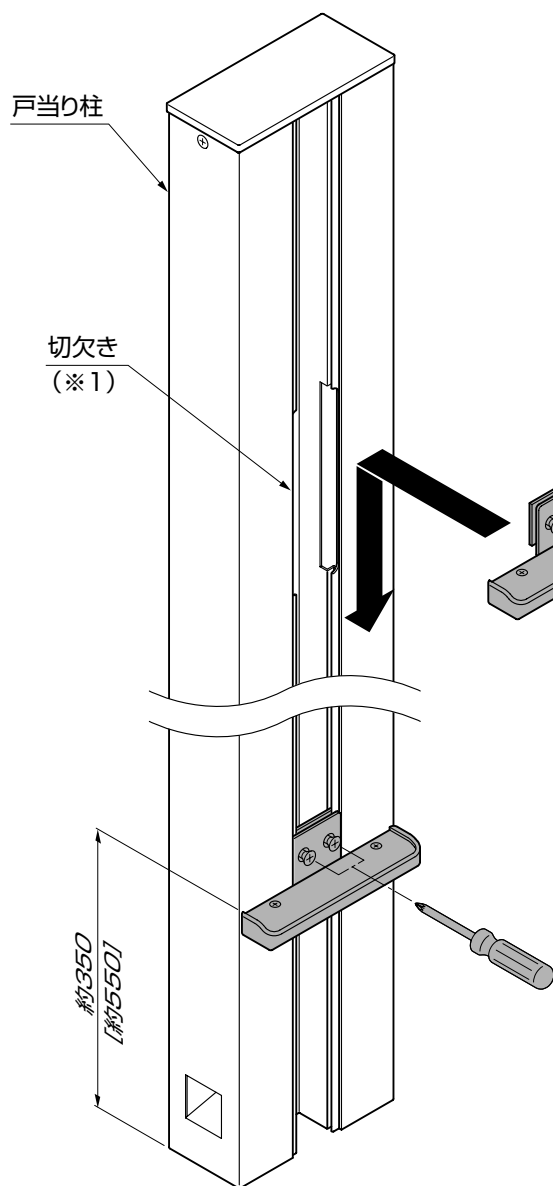

図2-2
② 柱受け金具裏板を戸当り柱の切欠き(※1)部から溝(※2)にスライドさせて仮固定してください。(図2-2参照)
③ 施工完了後、本体の納まりを調整し、柱受け金具をしっかりと固定してください。